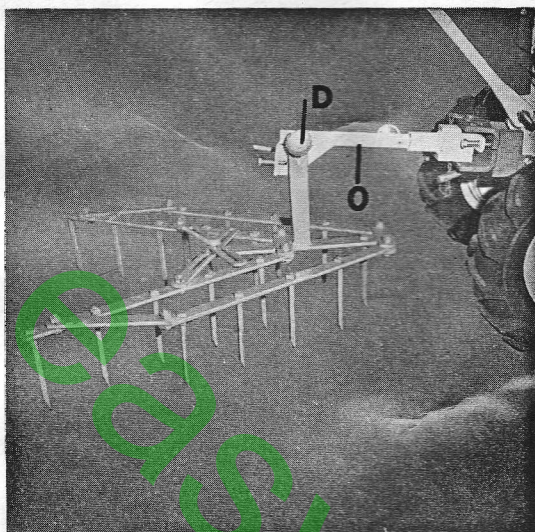

Fig. 18
- Adapter la herse et bloquer la vis D ainsi que la vis à poignée (fig. 18).